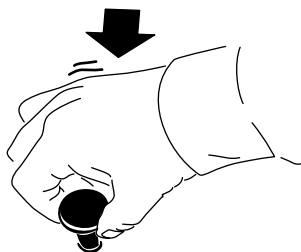

Figure 13
- Poussez sur la commande (Figure 13) pour désengager la PDF ou désactiver l'accessoire.